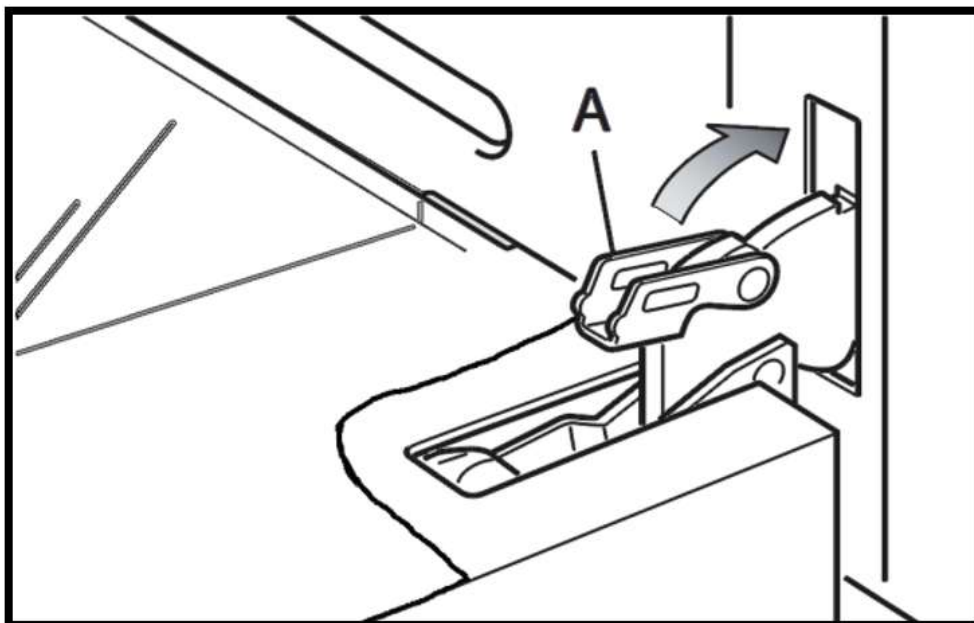

Рис. 15
- Повністю відкрийте дверцята духовки, закрийте плече шарніра **A** на лівій та правій петлях (Рис. 15).